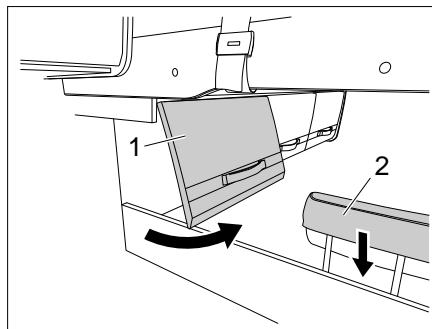

Bild 156 Staufach-Klappe und Kopfstütze
- Staufach-Klappe (Bild 156,1) öffnen.
- Kopfstütze (Bild 156,2) absenken.